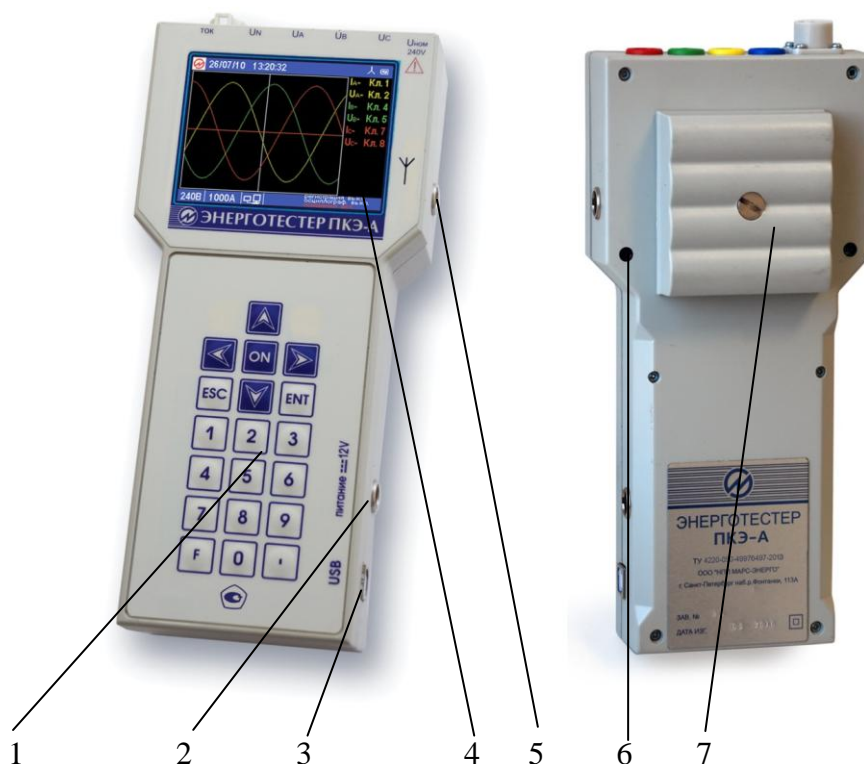

Рис. 3.2. Лицевая и задняя панели Энерготестера ПКЭ-А.
- подключить кабель блока питания 12.6 В к соединительному гнезду «12.6 В» Энерготестера (рисунок 3.2);